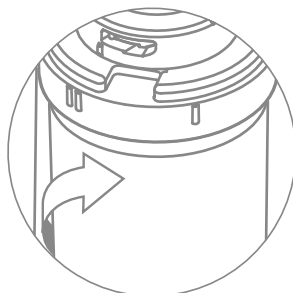
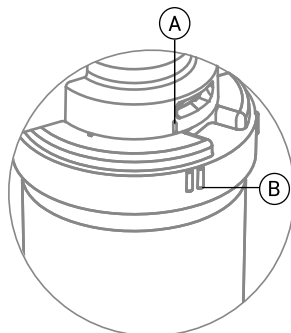

Рис. 5
Рис. 6
5. Поверните картридж по стрелке до щелчка, как показано на (рис.5), чтобы совпали метка «I» (А) на скобе и метка «II» (В) на картридже (рис. 6).